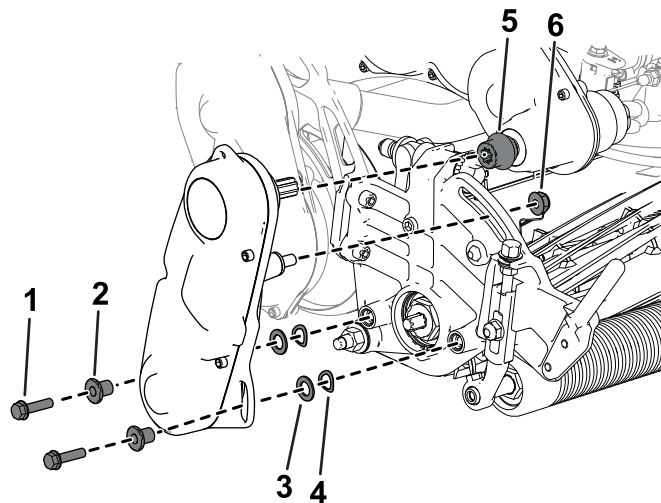

Bild 45
6. Verwenden Sie die zuvor entfernten Zylinderschrauben, Unterlegscheiben und Distanzstücke, um die Spindeltriebsbaugruppe an der Seitenplatte des Mähwerks zu befestigen (Bild 45).
Stellen Sie sicher, dass die Spindeltriebswelle an der Kupplung der Getriebeantriebswelle befestigt ist (Bild 45).